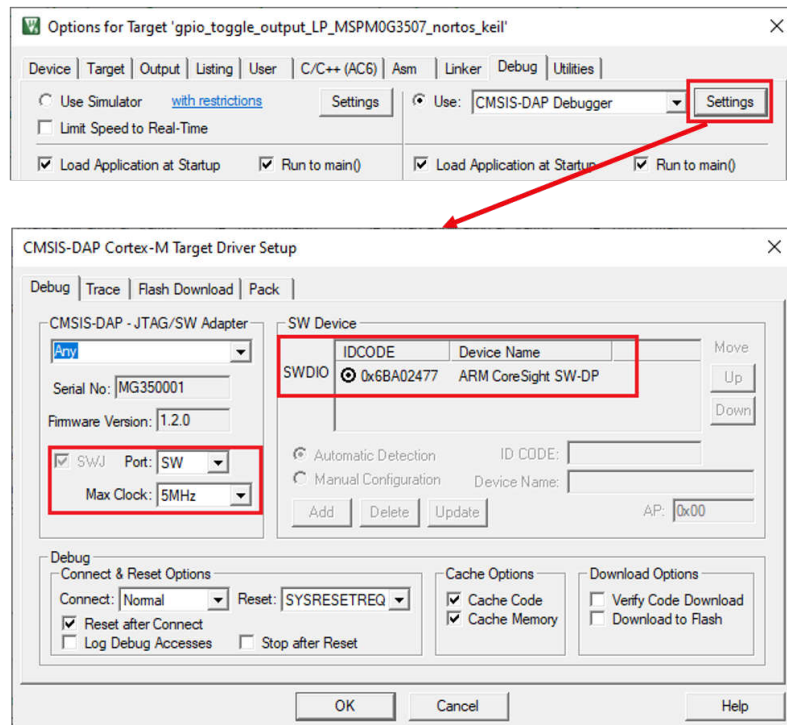
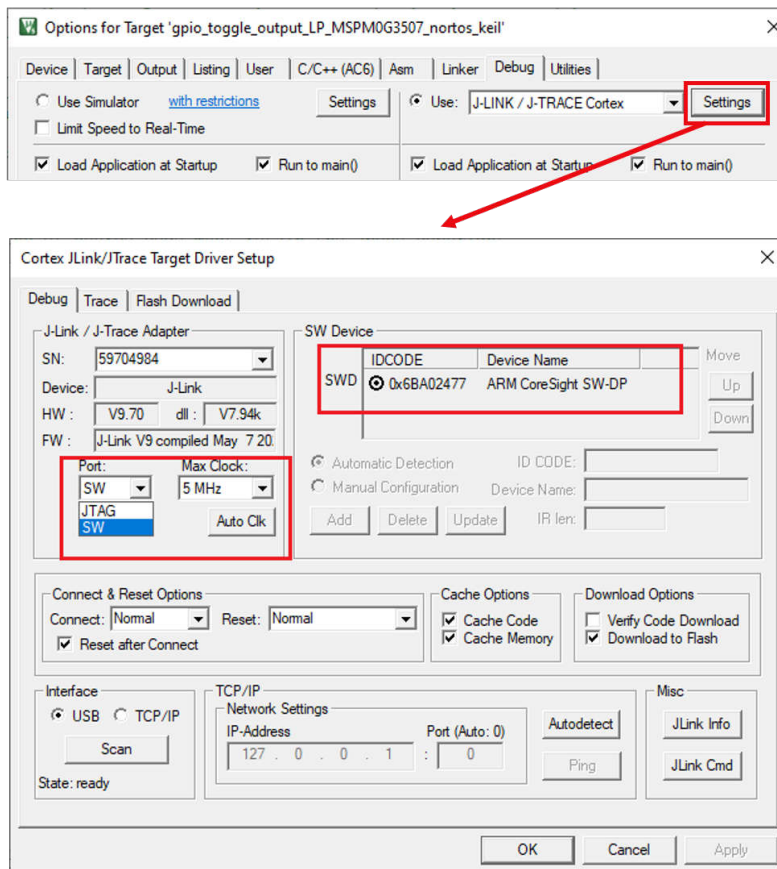

图 3-47. 检查 XDS110 探针的设置
图 3-48. 检查 J-Link 探针的设置
- 点击 **Settings** 按钮。在 **Debug** 选项卡上，确保设置与图 3-47 和图 3-48 匹配。